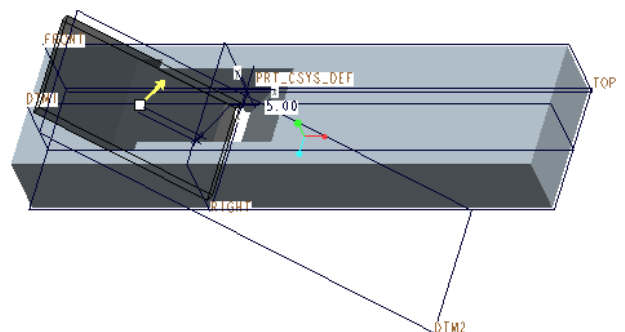

図 4-38 鉋のカッターを立体写像
- 次に「**押し出し**」ツールを使用すると図 4-38 となる。